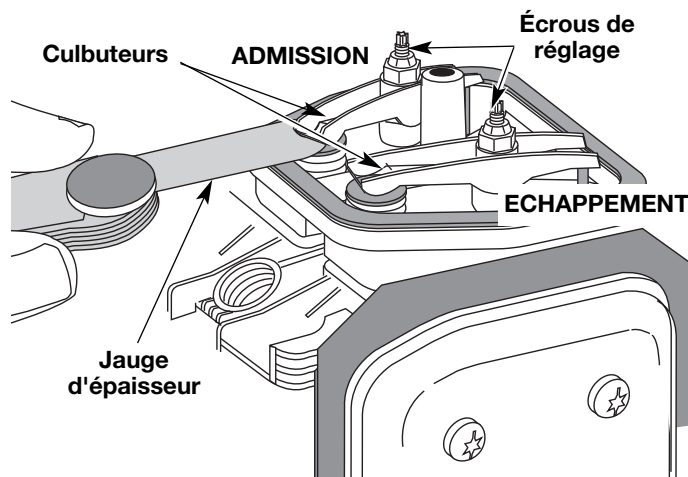

Figure 40
9. Glissez la jauge d'épaisseur entre le culbuteur et le ressort de rappel de la soupape. Mesurez le jeu entre la tige de soupape et le culbuteur (Fig. 40). Faites-le pour les soupapes d'admission et d'échappement.
LL'écart de jeu recommandé pour l'admission et l'échappement est de 0,076 – 0,152 mm (0,003 – 0,006 po). Servez-vous d'une jauge d'épaisseur d'automobile standard de 0,127 mm (0,005 po). La jauge d'épaisseur devrait pouvoir glisser entre le culbuteur et la tige de soupape en rencontrant une faible résistance mais sans coller (Fig. 40).